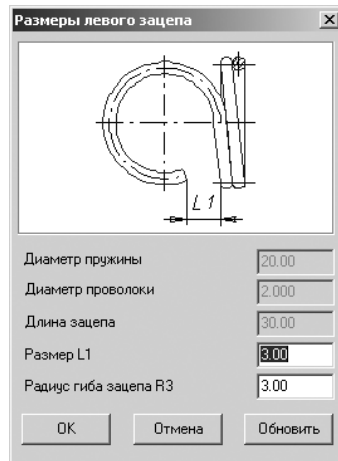

Рис. 4.23. Диалоговое окно **Размеры левого зацепа**
- щелкните в диалоговом окне **Построение пружины растяжения** по кнопке **Левый зацеп**. Появится диалоговое окно **Размеры левого зацепа**, см. рис. 4.23;